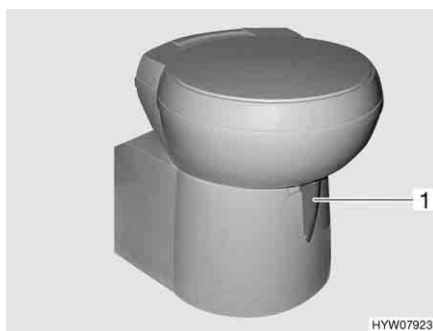

Fig. 163 Tazza del WC Thetford, orientabile
- Prima di tirare l'acqua, aprire il cursore della toilette Thetford. A tal fine girare la leva del cursore (Fig. 163,1) in senso antiorario.